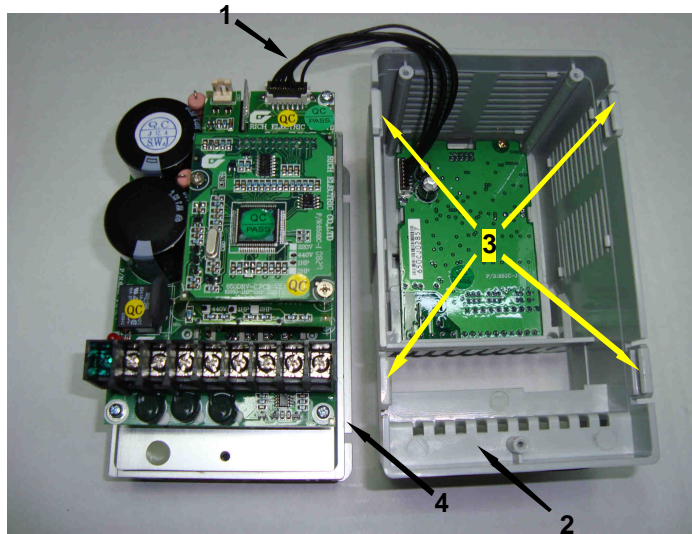

Рис. 7.11
7.7.1. Установить шлейф ЦП 1(рис. 7.11).
7.7.2. Установить верхнюю часть корпуса 2 в сборе с платой ЦП, приложив рукой усилие перпендикулярное плоскости стола вниз до щелчка, при этом четыре фиксатора 3 с двух сторон должны войти в отбортовку радиатора 4(рис. 7.11).